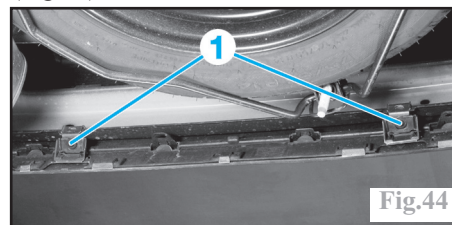

Fig.44
Déposer les 2 vis (1) sous le bouclier (Fig.44).